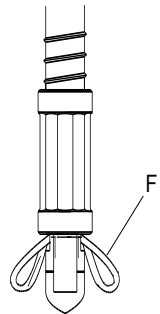

Abb. 3
Zum Setzen der ZHRD® bzw. ZHRD®-R verwenden Sie bitte einen Schrauber mit Drehmomentbegrenzung. Es ist außerordentlich wichtig, dass die Drehmomentbegrenzung korrekt eingestellt ist, um eine Beschädigung des Befestigers zu vermeiden. Dabei gehen Sie vor dem ersten Setzvorgang wie folgt vor: Kraftbegrenzung am Schrauber auf niedrigste Position einstellen. Einen nicht eingebauten ZHRD® bzw. ZHRD®-R (Abb. 3) in der Hand halten, anziehen und die Drehmomentbegrenzung soweit anpassen, bis die Knotenbildung (F) abgeschlossen ist.